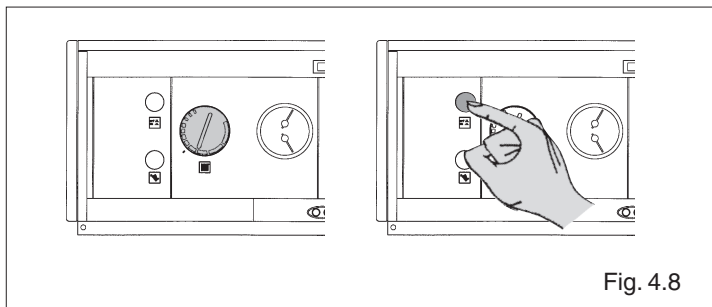

Fig. 4.8
- modificando la taratura del termostato di caldaia (fig. 4.8)
- intervenendo sull'interruttore principale del pannello di comando (fig. 4.8)